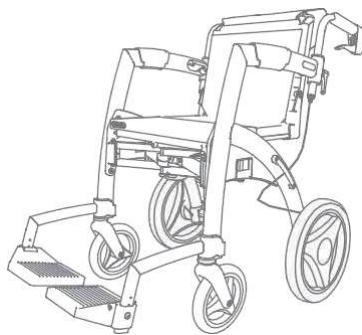

Figura 47: La silla de ruedas eléctrica está lista para usar.
- f. La silla de ruedas eléctrica ya está lista para usar (**Figura 47**).
- a. Convierta el Rollz Motion Electric en una silla de ruedas eléctrica (**Figura 47**) y retire los reposapiés de la bolsa del paquete de la silla de ruedas.